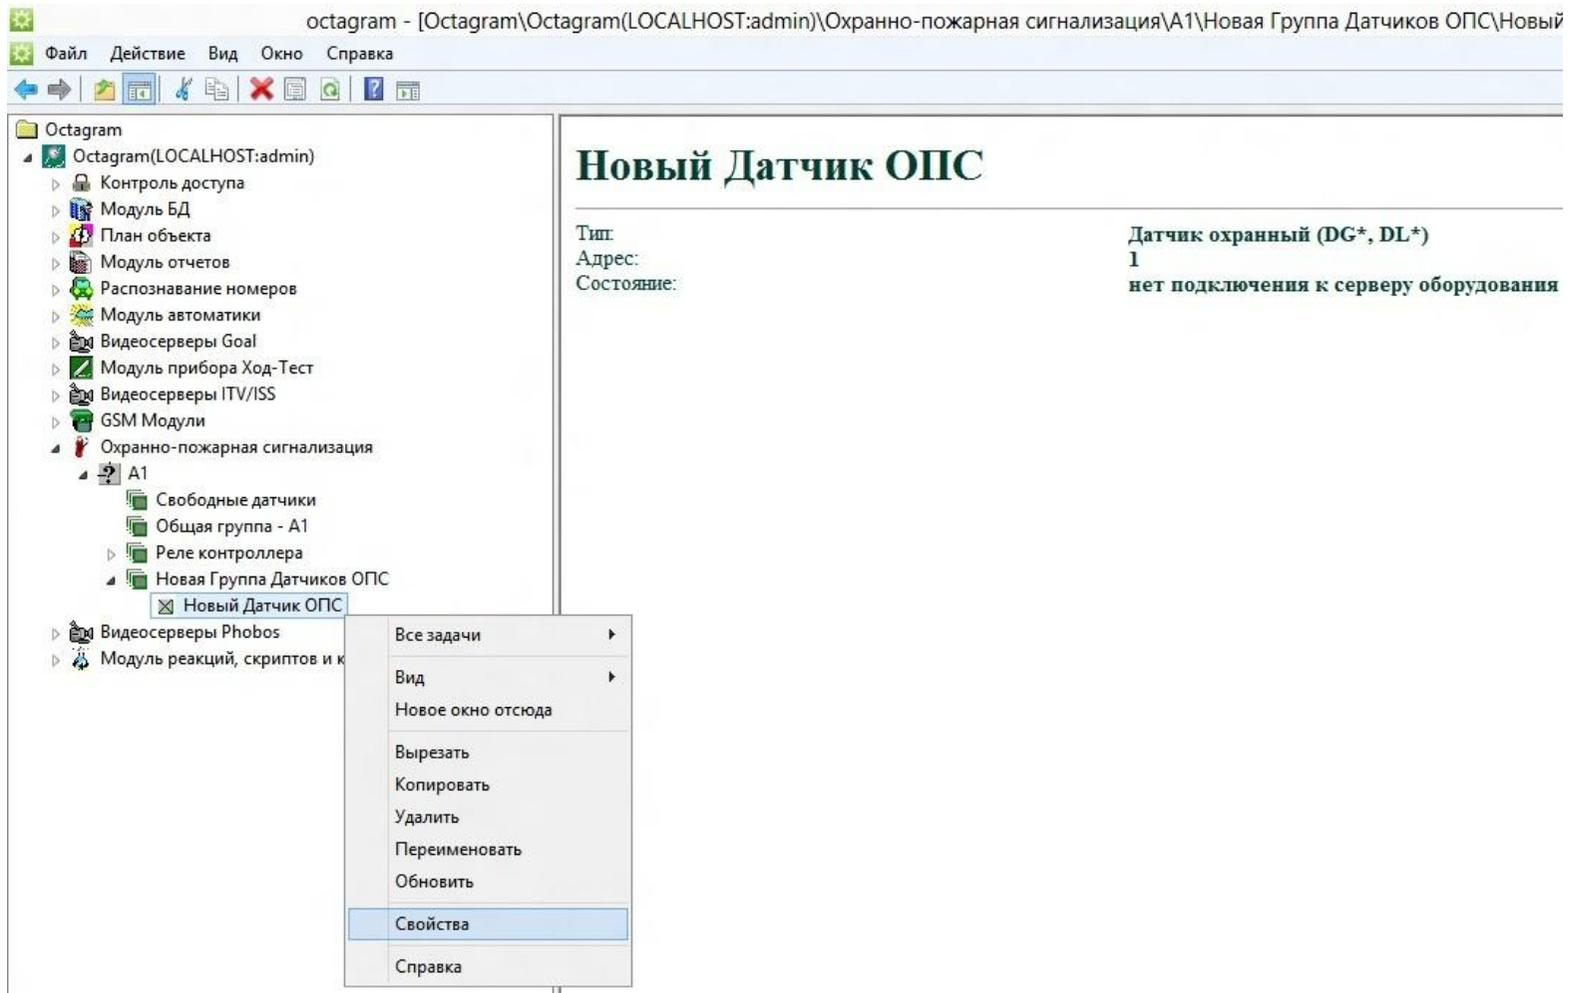

Рисунок 33
- В дереве компонент программы выделите микрочип (датчик) и в контекстном меню выберите **Свойства** (Рисунок 33).